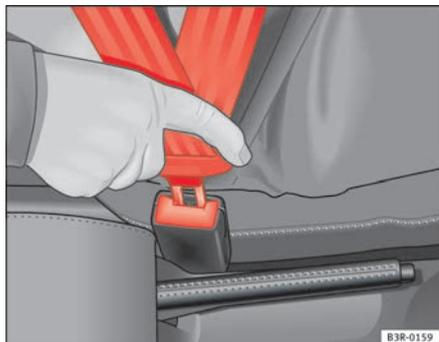

Fig. 11 Fecho e lingueta do cinto de segurança
- Introduza a lingueta no fecho do respectivo banco, até que encaixe ⇒ **fig. 11**.